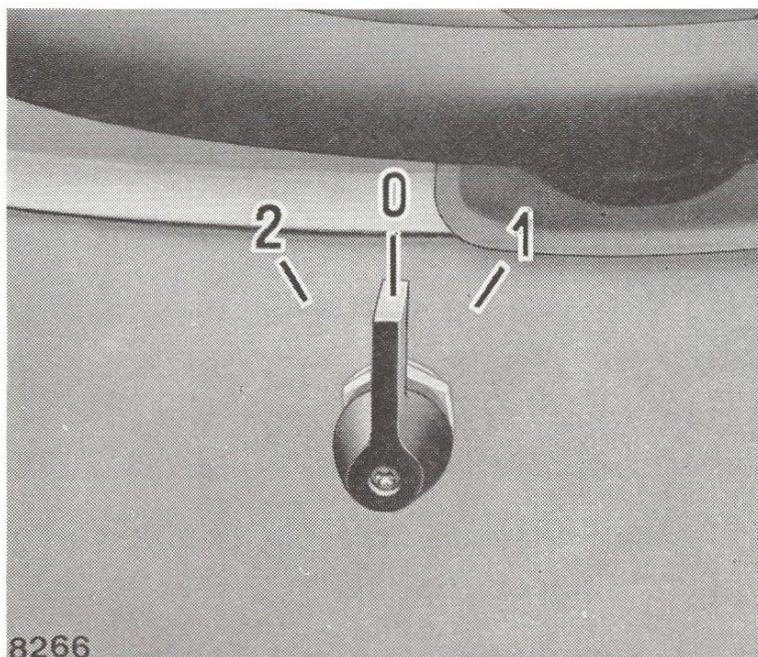

Fig. 5. - Positions du commutateur.
23. Commutateur de feux de direction. Voir fig. 5.